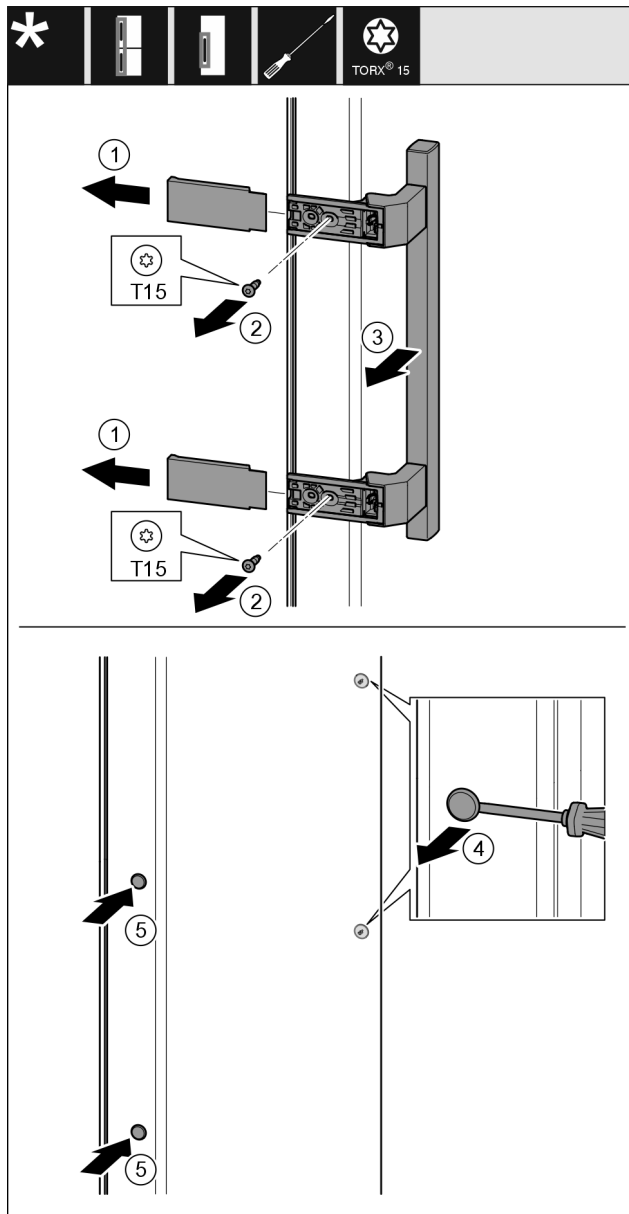

Fig. 10
- Trek de afdekking eraf. Fig. 10 (1)
- Draai de schroeven los met een Torx 15-schroevendraaier. Fig. 10 (2)
- Verwijder de handgreep. Fig. 10 (3)
- Til de zijplug voorzichtig op met een platte schroevendraaier en trek hem eruit. Fig. 10 (4)
- Plaats de stecker terug aan de andere kant. Fig. 10 (5)